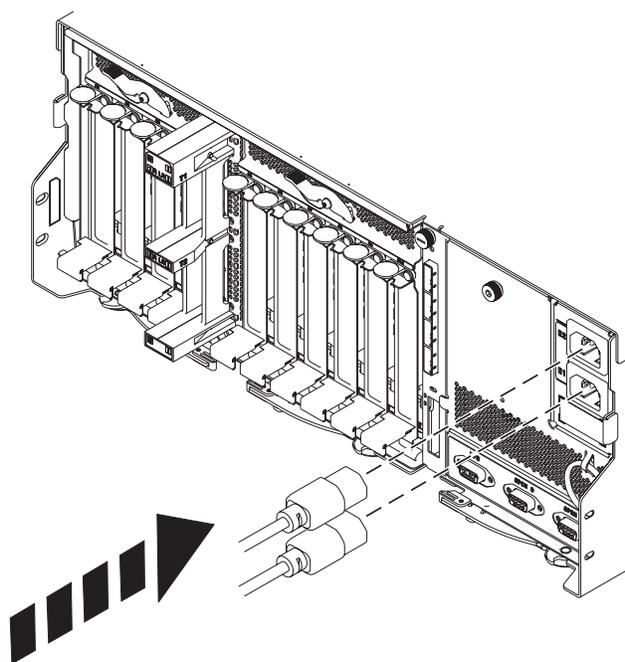

Figure 9. Connexion des cordons d'alimentation
11. Rebranchez les cordons d'alimentation à l'arrière du boîtier comme indiqué dans figure 9.